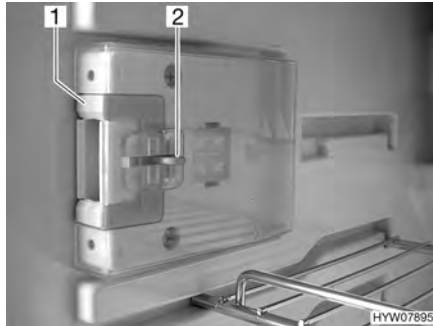
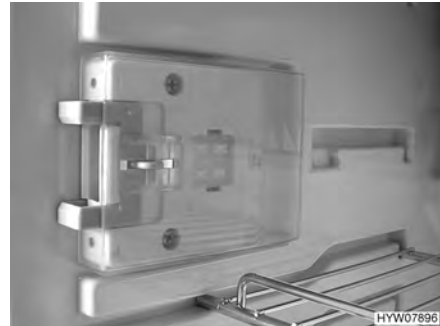

Bild 199 Låsanordning i normalläge
Bild 200 Låsanordning i ventilationsläge
- Tryck in frigöringen (Bild 199,2).
- Skjut låsanordningen (Bild 199,1) framåt (Bild 200).